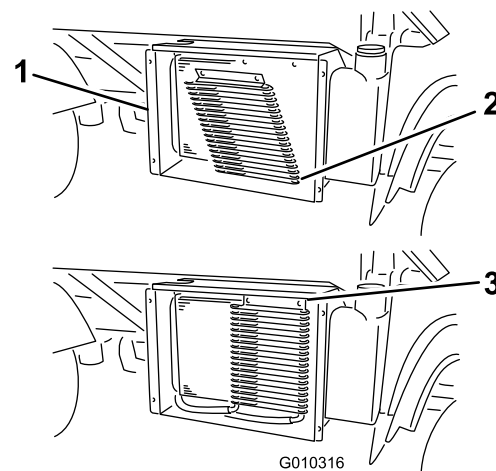

Figure 59
3. Le cas échéant, tournez les verrous et faites pivoter le refroidisseur d'huile pour l'éloigner du radiateur (Figure 59).